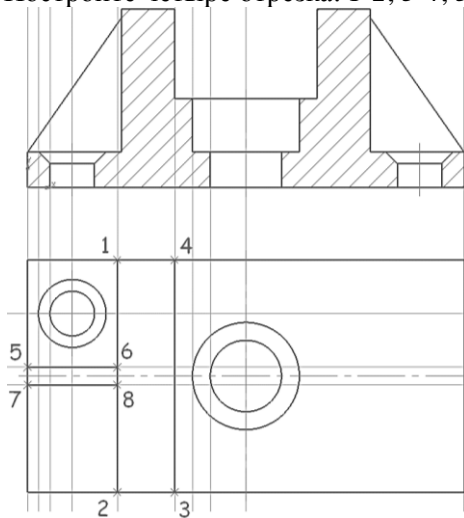

Рис. 133. Построение ребер жесткости
13.2 Нажмите кнопку **Отрезок**  на панели **Геометрия** . Постройте четыре отрезка: 1-2, 3-4, 5-6 и 7-8 (рис. 133).